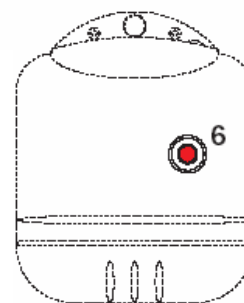

Рис. 1
При кратком нерабочем периоде просто поверните выключатель **5** (Рис. 1) на панели управления в положение "0". При длительном нерабочем периоде наряду с этим должен быть закрыт вентиль (кран) подачи топлива. При длительном нерабочем периоде в зимний период, во избежание замерзания системы, добавьте в систему специальный антифриз или полностью осушите систему.
- a** – Блокировка горелки, сигнализируемая соответствующей лампочкой **6** (Рис. 1). Смотрите инструкция к горелке.
Deutsch	<p>Первое зажигание</p> <p>После предварительных проверок могут быть выполнены следующие операции по зажиганию:</p> <ol style="list-style-type: none"> <li>1 Откройте запорное устройство топлива.</li> <li>2 Установите термостат 4 (Рис. 1) на требуемое значение.</li> <li>3 Включите выключатель выше котла и выключатель 5 панели управления (Рис. 1)</li> </ol>
Nederlands	<h4>3.3 Остановка</h4> <p>При непродолжительных периодах бездействия просто выключите выключатель 5 на панели управления (Рис. 1). При длительных периодах бездействия, наряду с выключением 5, нужно также закрыть запорное устройство топлива.</p>